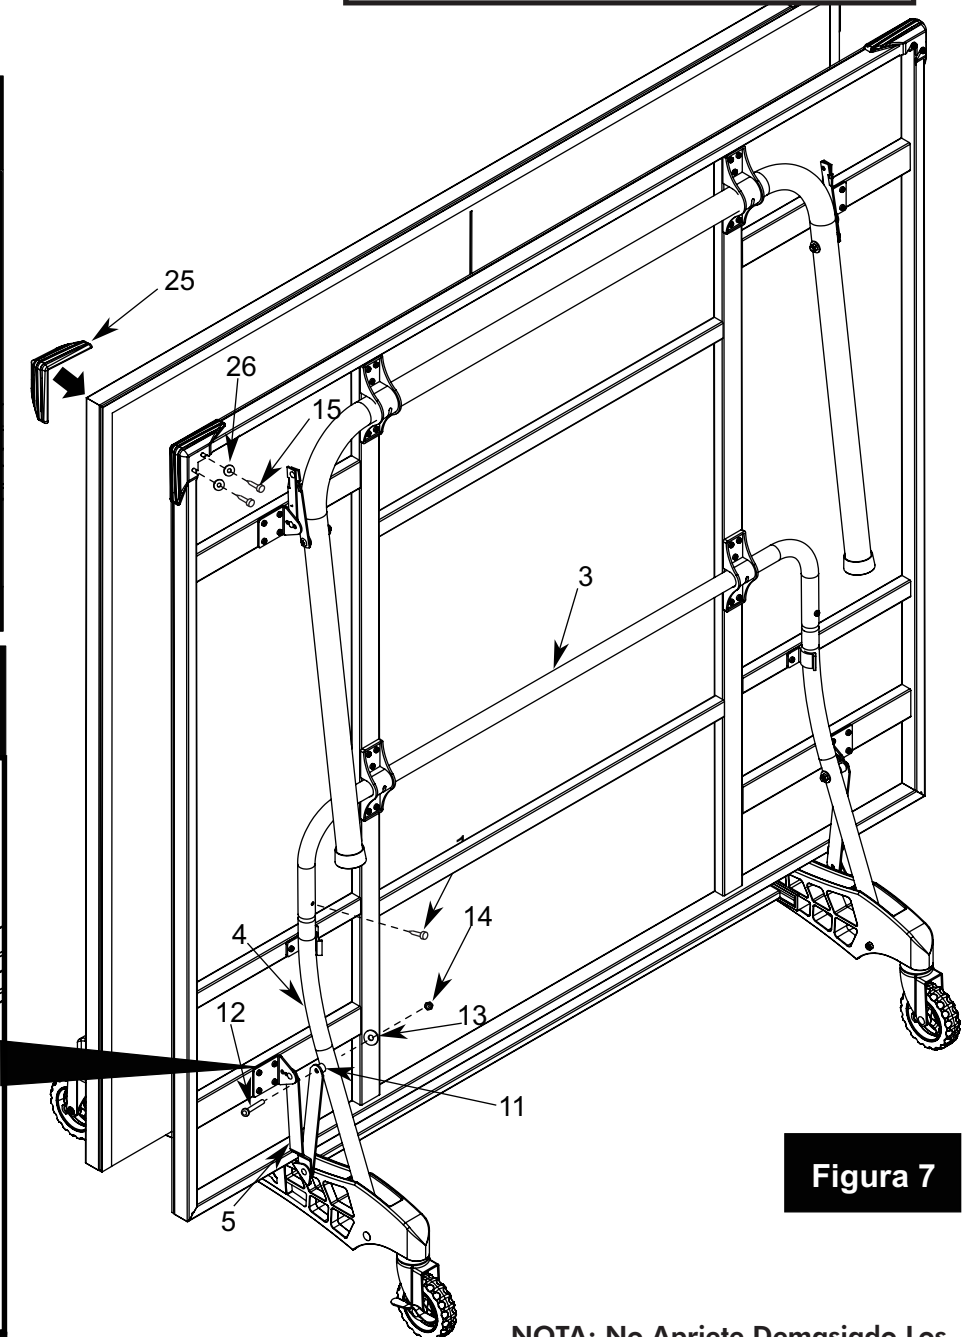

Figura 7
7. Atornille el Tubo del Soporte-U (#3) a los Tubos Estructurales (#4) con los dos Tornillos (#15) como se muestra en **Figura 7**.
8. Una las Bisagras Largas (#5) a los Tubos Estructurales (#4) utilizando dos Tornillos (#12), dos Separadores de plástico (#11), dos Rondanas de Plástico (#13) y dos Tuercas de Seguridad (#14) como están mostrados en la **FIGURA 7 & DETALLE F**. Ajuste las Tuercas, pero **NO SOBRE APRIETE**, las bisagras deben de girar.
9. Instale los dos Protectores de la Esquina (#25) a las esquinas de la mesa utilizando los tornillos (#15) con cuatro Rondanas (#26) como se muestra en la **FIGURA 7**.